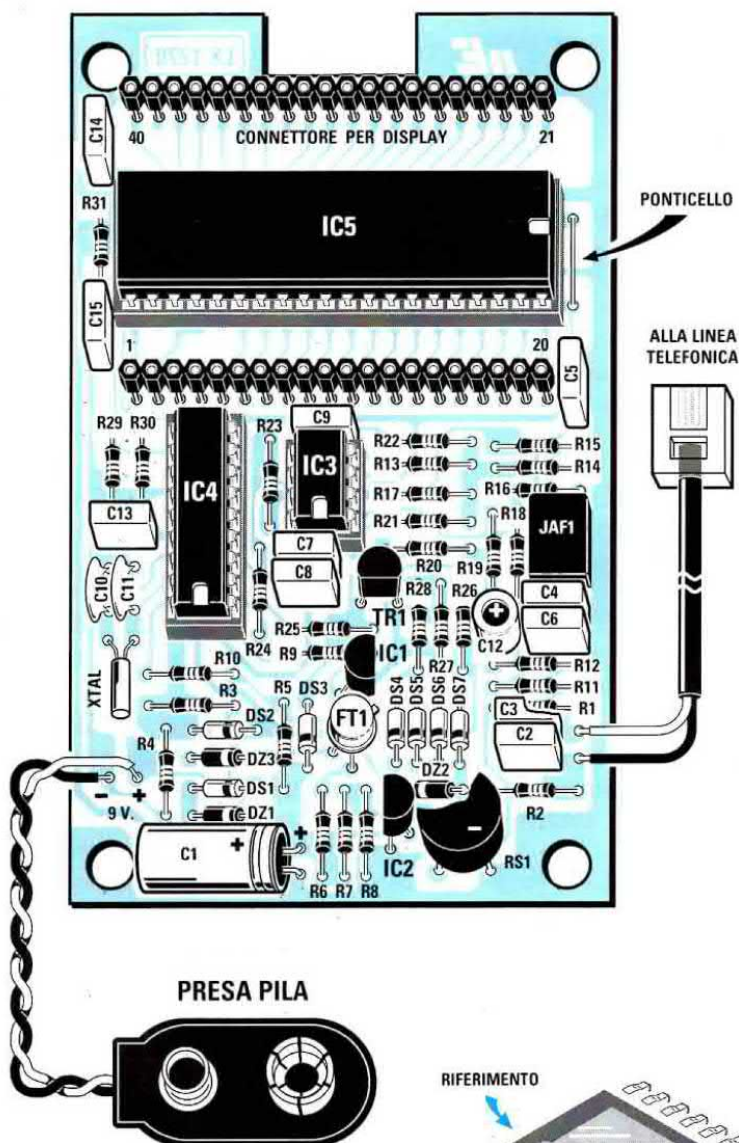

Fig.5 Schema pratico del Contascatti telefonico. Non dimenticatevi di inserire il ponticello visibile a destra dell'integrato IC5.
Proseguendo nel montaggio inserite tutti i diodi al silicio che nello schema elettrico sono siglati **DS** rivolgendo il lato contornato da una fascia **nera** come risulta visibile nello schema pratico di fig.5.
– **DZ1** da **4,7 volt** ha stampigliato sul corpo **4V7** e, come potete vedere nello schema pratico di fig.5, va inserito vicino al condensatore elettrolitico **C1** rivolgendo la sua riga **nera** verso **destra**.
Per ultimo montate il fet **2N.4393** (vedi **FT1**) che ha un corpo metallico, rivolgendo la piccola **tacca** di riferimento che esce dal suo corpo verso il condensatore elettrolitico **C12** (vedi fig.5).